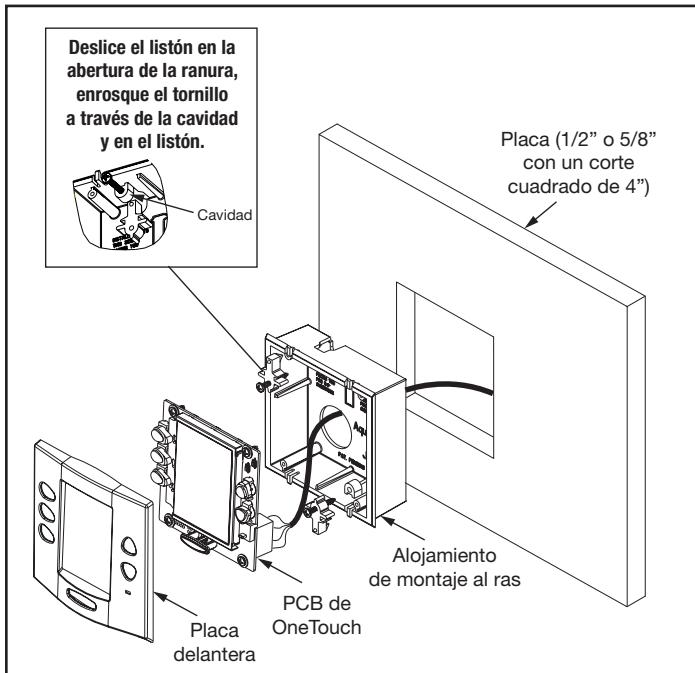

Figura 26. Instalación con montaje al ras de OneTouch
- Coloque el cable de 4 conductores a través del orificio de la pared y del orificio de la caja de montaje al ras. Coloque la caja de montaje al ras en el orificio de la pared con la orientación correcta (consulte la Figura 26).
- Inserte un tornillo a través de la cavidad para tornillos (consulte la Figura 26). Coloque un listón en el orificio superior con forma de "U". Apriete el tornillo con la mano y repita el proceso con el listón inferior.